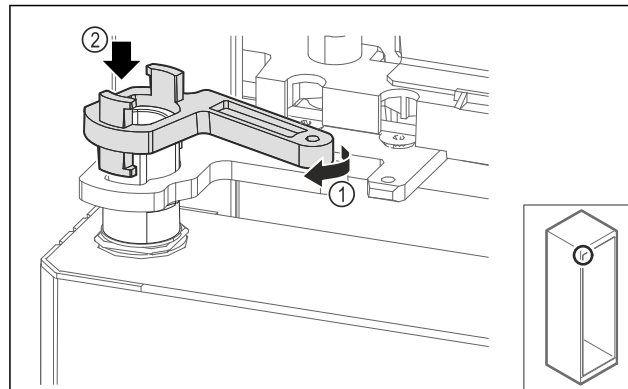

Fig. 70
- Verriegelung Lagerbock leicht drehen Fig. 70 (1) und auf die Hülse aufsetzen Fig. 70 (2).